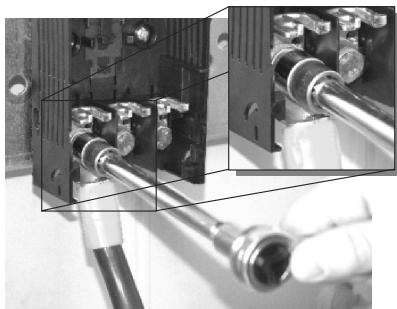

Figura 11
- Fixe os condutores com parafusos M8 (Figura 11);